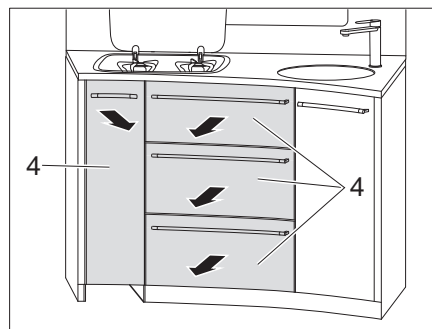

Bild 93 Küchenschubladen herausnehmen
- Küchenschubladen (Bild 93,4) herausnehmen.